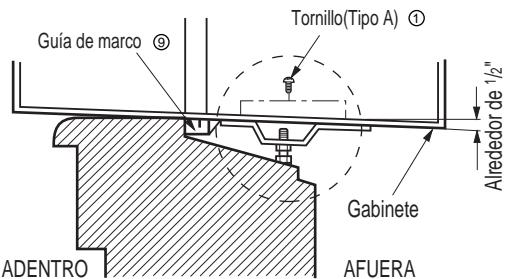

Fig. 4
- Introduzca las guías de los marcos ① en la parte inferior de la carcasa con la parte delantera de la guía del marco enfocado hacia la parte delantera de la carcasa. FIG.4
- Inserte el marco de la cortina en la guía superior las guías del marco FIG.4
4. Seleccione la posición en la que colocará el soporte del dintel ⑥ cerca del punto más externo del dintel. Fig. 4
5. Agregue el soporte del dintel al hueco de la guía del gabinete según la posición seleccionada usando 2 tornillos tipo A ① en cada soporte Fig. 4